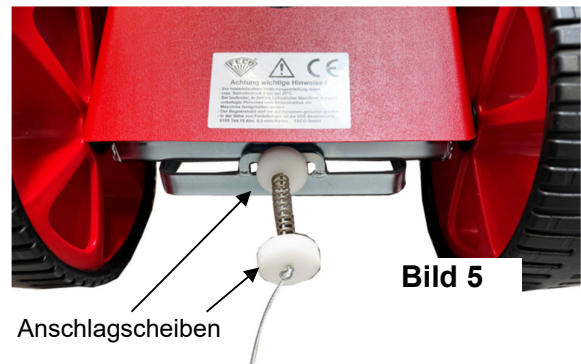

Bild 5
- 7.6 Am äußeren Ende des Zugseils befindet sich eine Anslagscheibe (Bild 5), die bei Ankunft des Gerätes das Ausschaltgestänge betätigt und somit den Schnellschlussschieber schließt und den Regner außer Betrieb setzt.